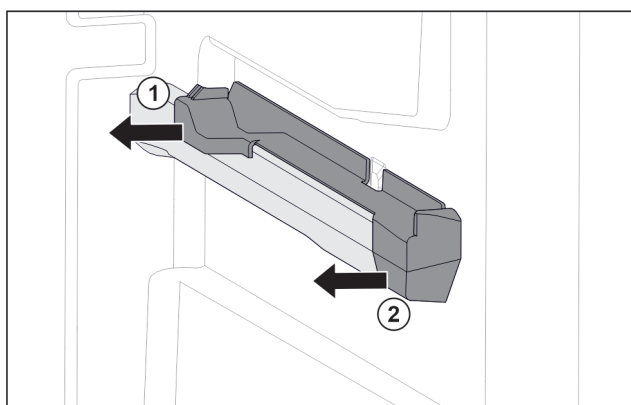

Fig. 17 Nasazovací díl na pravém žebrování na nádoby
- ▶ Stáhněte nasazovací díl vzadu na stranu. Fig. 17 (1)
- ▶ Stáhněte nasazovací díl vpředu na stranu. Fig. 17 (2)